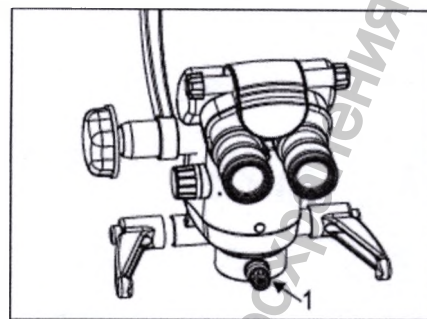

Рис. 19
4. Точная фокусировка осуществляется ручкой FOV (1, рис. 19) за счет её поворота по и против хода часовой стрелки, либо с помощью педали за счет нажатия лопаток вверх и вниз (для исполнений OPH, ENT, DNT)